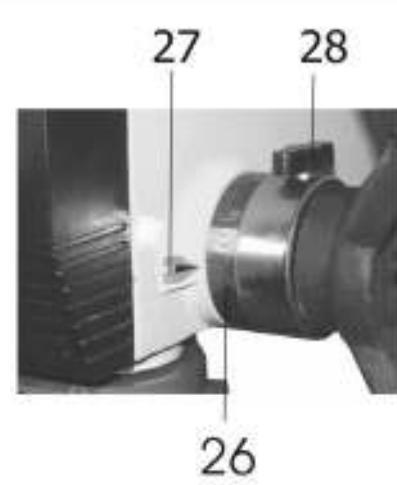

Рис.7
- 10.4. Контроль и регулировка глубины сверления «глухих» отверстий производится по шкале (26), Рис.7. Для этого необходимо ослабить фиксирующую ручку (28), затем установить вращением кольца шкалы (26) необходимую глубину сверления глухого отверстия, сопоставив соответствующее деление шкалы (26) с указателем (27), Рис.7. После этого необходимо зафиксировать заданную настройку фиксирующей ручкой (28). При достижении заданной глубины сверления нулевая риска на шкале (26) совпадет с указателем (27), Рис.7.